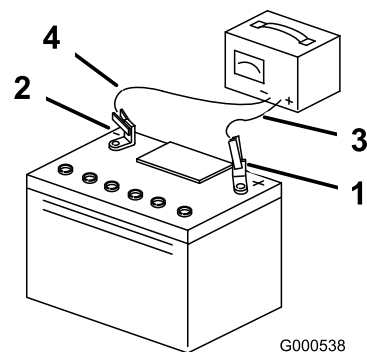

Bild 43
3. Ziehen Sie den Stecker des Ladegeräts aus der Steckdose, wenn die Batterie ganz aufgeladen ist. Klemmen Sie dann die Klemmen des Ladegeräts von den Batteriepolen ab (Bild 43).